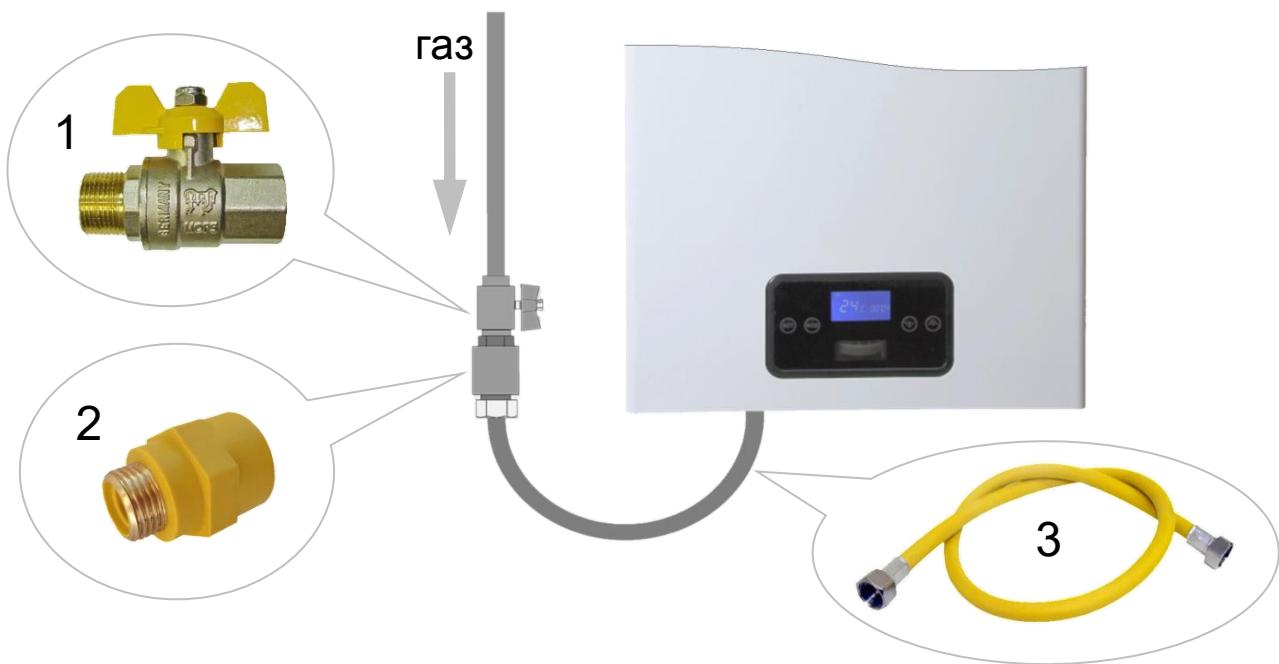

Рис. 19 Монтаж газовой линии.
- При монтаже газовой линии на входе газа в котёл обязательно **должен быть** установлен запорный газовый кран, который **должен быть** свободно доступен (См. Рис. 19).
- При подключении токопроводящими трубами или шлангами **рекомендуется** установить диэлектрическую вставку (См. Рис. 19).
- После присоединения газовой поводки (См. Рис. 19) к котлу **необходимо в обязательном порядке** провести проверку герметичности мест соединений. Проверка производится газоанализатором (детектором утечки газа) или путем обмыливания мест соединений мыльным раствором. Появление пузырьков означает утечку газа. **Утечка газа не допускается.**